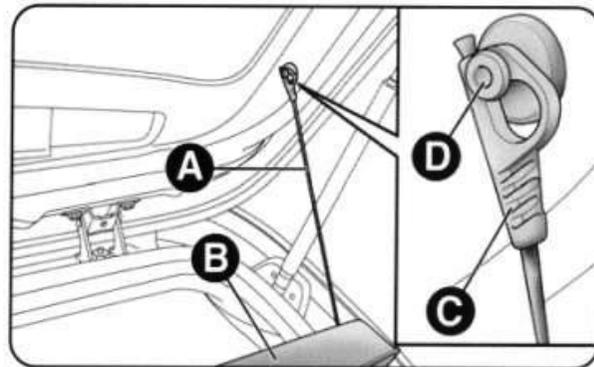

рис. 60
- снимите проушины С двух держателей А (рис. 60) полки багажного отделения В со штифтов D;